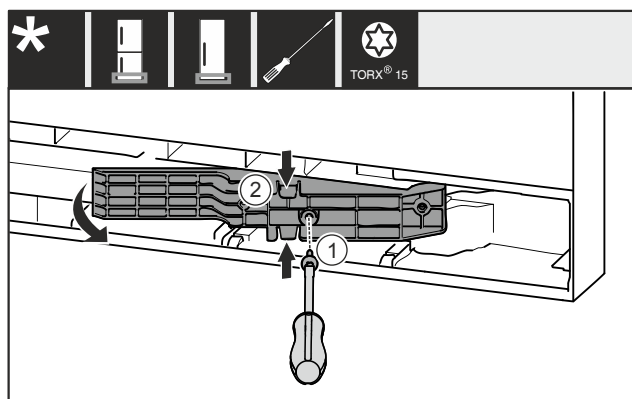

Fig. 20 *
- ▶ 移除螺栓 Fig. 20 (1)。*
- ▶ 将上方和下方适配件 Fig. 20 (2) 轻轻挤压在一起，然后向前拉出。*